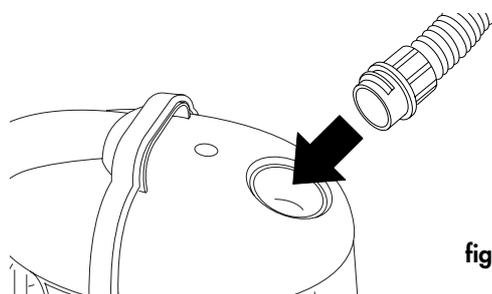

fig. 5
- Applicare il tubo flessibile **D** all'apparecchio, inserendo l'estremità con l'innesto a baionetta nella bocca di aspirazione **B** e ruotarlo in senso orario (fig. 5). Per rimuoverlo è sufficiente ruotarlo in senso antiorario.